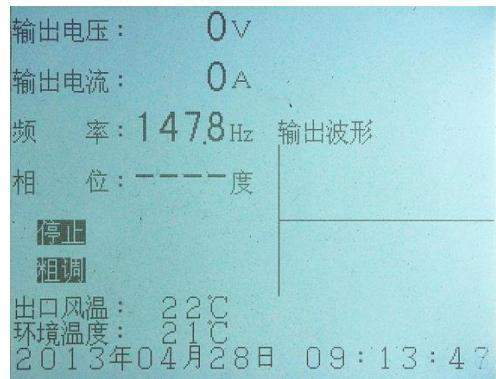

图 17 HMCXZW 型变频电源装置工作
6.6.3.2 欢迎界面显示后大约 1~2 秒钟就自动进入工作界面 1，见图 17。
- 6.6.3.4 图 17、18 中所示的部分，左上端的【输出电压】、【输出电流】分别对应变频电源装置的输出电压和电流。